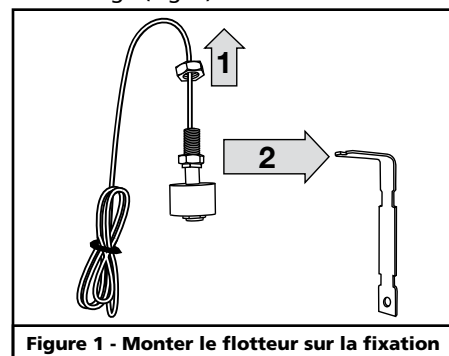

Figure 1 - Monter le flotteur sur la fixation
3. Glisser l'écrou de côté pour laisser accès au fil de l'interrupteur à flotteur (Fig. 1).
4. Glisser l'interrupteur dans la fixation de montage (Fig. 1).